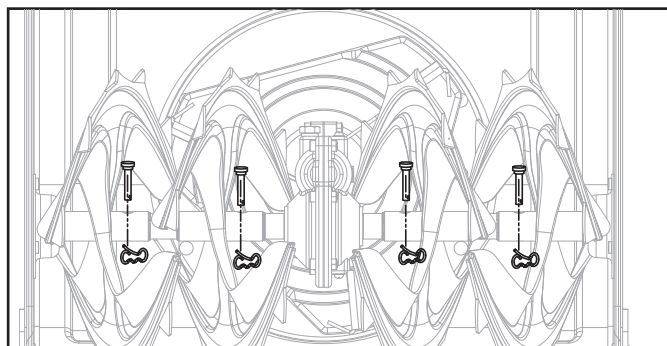
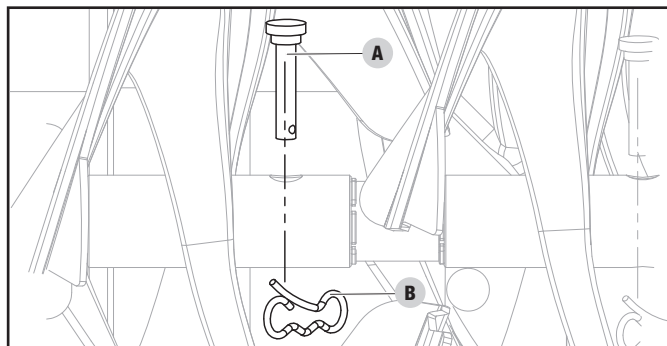

Figure 21A
Figure 21B
Le boîtier de la tarière est illustré dans la figure 21A. Les tarières sont fixées à l'entraînement de la tarière au moyen de goupilles de cisaillement (A) et de pinces (B). Si la tarière heurte un objet étranger ou un bourrage de glace, la souffleuse à neige est conçue de façon à ce que les goupilles de blocage rompent. Si les tarières ne tournent pas, vérifiez si les goupilles de blocage ont rompu (figure 21B). Remplacez les goupilles de cisaillement et les pinces, au besoin.